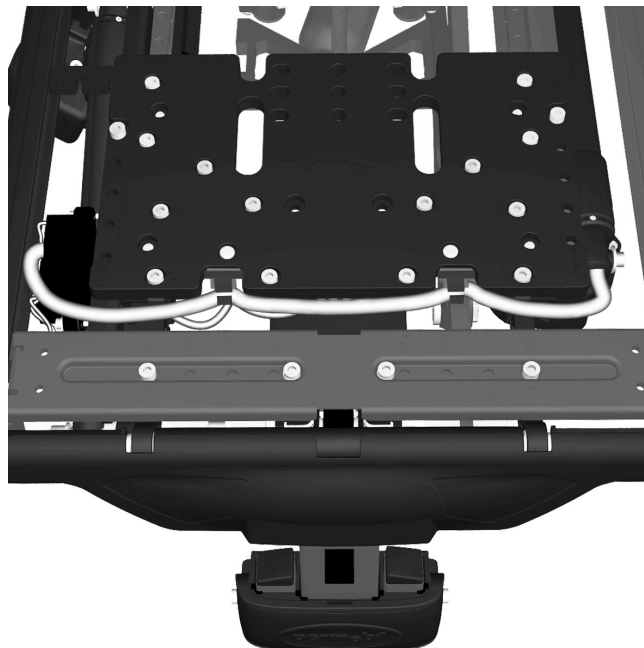

Abbildung 173. Kabel für die Stellvorrichtung der Rückenlehne
4. Kontakt der Stellvorrichtung vom Kontaktblock über der Stellvorrichtung entfernen. Siehe Abbildung. 173. Kontakt gerade herausziehen. Kabel der Stellvorrichtung von seinen Haltepunkten lösen. Anordnung der Kabel für die Rückmontage notieren.
Den Anschluss der Stellvorrichtung am Kontaktblock auf der rechten Seite vom Sitz montieren. Siehe Abbildung. 173. Kontakt an einem beliebigen Platz gerade hineindrücken.